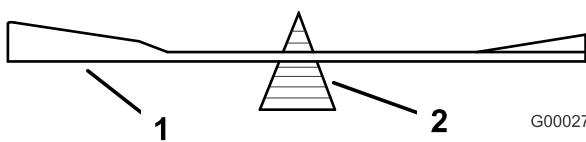

**Figura 82**
1. Utilice una lima para afilar el filo de corte en ambos extremos de la cuchilla (Figura 82).
**Nota:** Si la cuchilla no está equilibrada, rebaje algo el metal en la parte de la vela solamente con una lima (Figura 82).